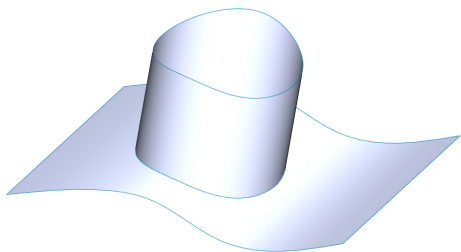

图 7-39 创建拉伸曲面效果
(6) 单击【确定】按钮, 即可创建拉伸曲面，如图 7-39 所示。